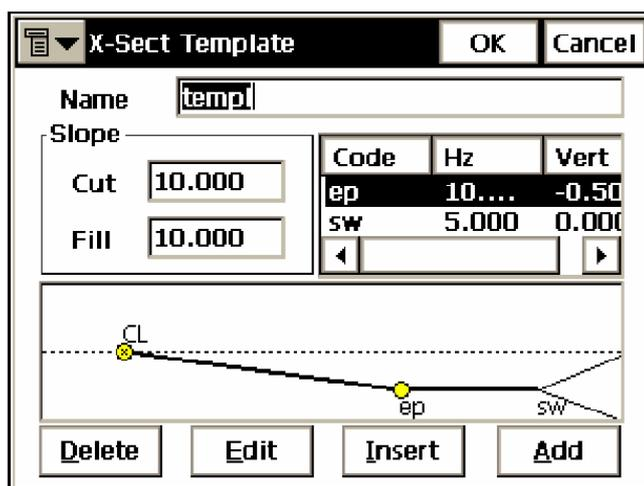

Рисунок 4-28. Шаблоны поперечников
2. В окне **X-Sect Templates** (Шаблоны поперечников) введите параметры поперечника: его имя, параметры **уклона** Cut и Fill (Ниже и Выше), а также сегменты, составляющие шаблон (рис. 4-28).